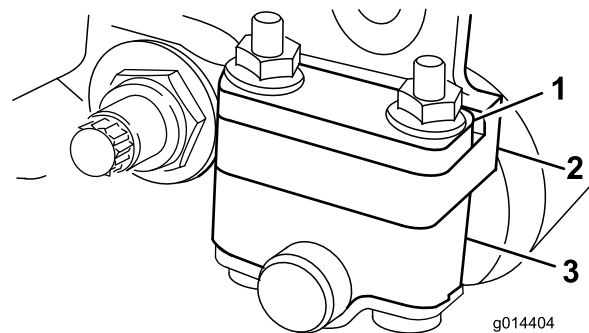
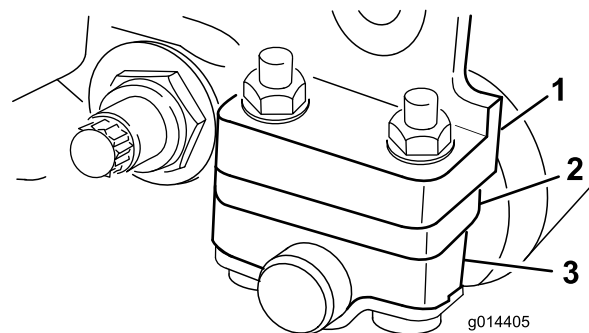

Figura 6
Figura 7
Posicione o espaçador abaixo do flange de montagem da placa lateral se as definições da altura de corte variarem entre 3 e 25 mm (Figura 7).
1. Ajuste os suportes do rolo traseiro para a posição baixa ou elevada, dependendo dos limites de altura de corte desejados (Figura 6 ou Figura 7).
Posicione o espaçador acima do flange de montagem da placa lateral (definição de origem) se as definições da altura de corte variarem entre 1,6 e 6 mm (Figura 6).